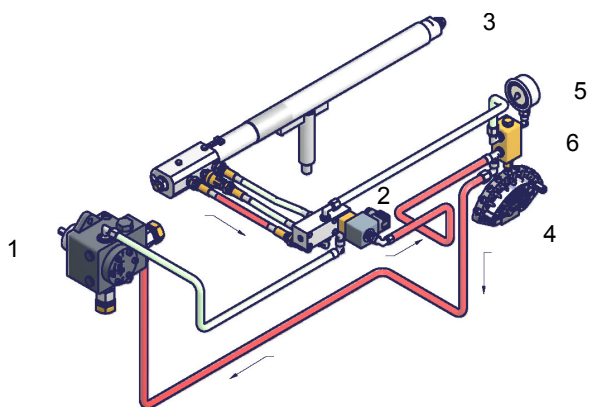

Fig. 15 - Parada
- 15 desplazar la leva III (llama baja) hacia el mínimo para que el servocontrol comience a cerrarse hasta que los dos cojinetes estén en correspondencia con el tornillo de regulación respecto al punto más bajo: enroscar el tornillo V para aumentar el caudal, desenroscarlo para disminuirlo, a fin de obtener el valor de la presión como se indica en el diagrama de la Fig. 15, en función del caudal requerido.